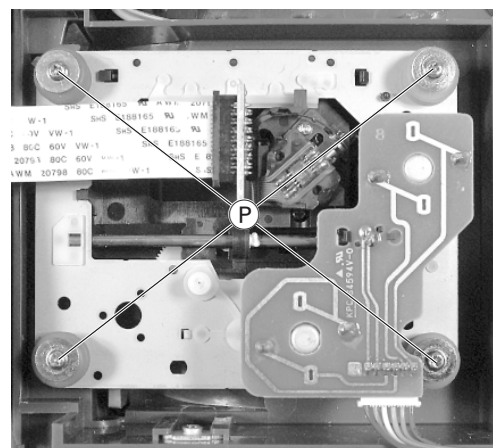

Fig. 8
- 4 Schrauben ④ herausdrehen (Fig. 8) und CD-Laufwerk herausnehmen, dabei Steckverbinder nach Bedarf öffnen.
- Undo 4 screws ④ (Fig. 8) and take the CD drive mechanism out; unplug the connector if necessary.